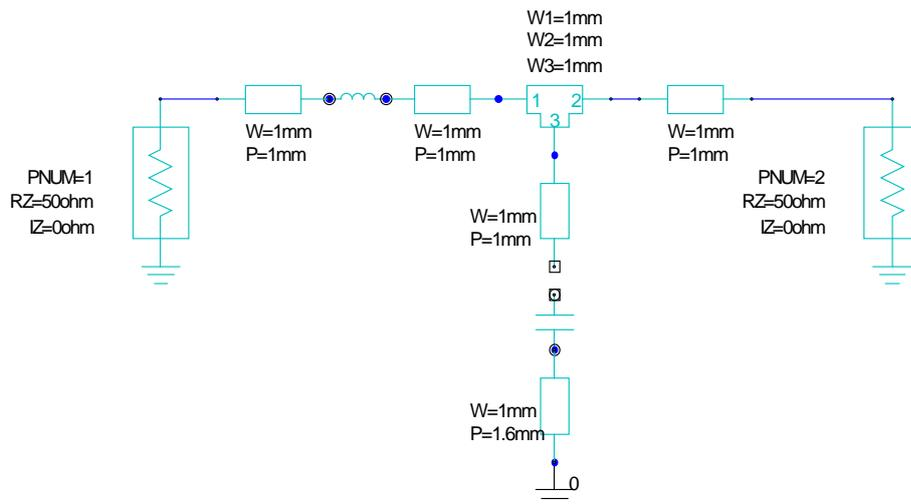

Figure 4.1 : Schéma du réseau d'adaptation en L entre 2 ports d'entrée et de sortie.
On propose dans la procédure qui suit de traiter l'exemple du dessin d'un circuit simple : Il s'agit du réseau d'adaptation en L inséré entre 2 ports d'entrée et de sortie, représenté sur la figure 4.1
- Pour paramétrer les dimensions du "microstrip line": 2 clicks (G) sur le symbole du "microstrip line" => Ouverture de la boîte de dialogue intitulée : **"MS_TRL Properties"**. Entrer dans l'onglet : **"Parameter Values"**, colonne **"Value"**, les valeurs de la largeur (W), et de la longueur (P) précisées (en mm) sur la figure 4.1, puis, 1 click (G) sur **"OK"**.
- Sélectionner: **"MSTEEE_NX : Tee- Ref. Planes at Edge"** en appuyant sur la touche (G) de la souris
- Faire glisser le composant dans le dessin en maintenant la touche (G) appuyée, puis déposer le composant en relâchant la touche (G)
- Après placement du composant : 1 click (D) pour sélectionner **"Place and Finish"**
- Pour paramétrer les dimensions du "microstrip tee": 2 clicks (G) sur le symbole du **"MSTEEE_NX : Tee- Ref. Planes at Edge"** => Ouverture de la boîte de dialogue intitulée : **"MSTEEE_NX Properties"**. Entrer dans l'onglet : **"Parameter Values"**, colonne **"Value"**, les valeurs des 3 largeurs (W1, W2, W3) précisées (en mm) sur la figure 4.1, puis, 1 click (G) sur **"OK"**.
=> Affichage du schéma électrique représenté sur la figure 4.1